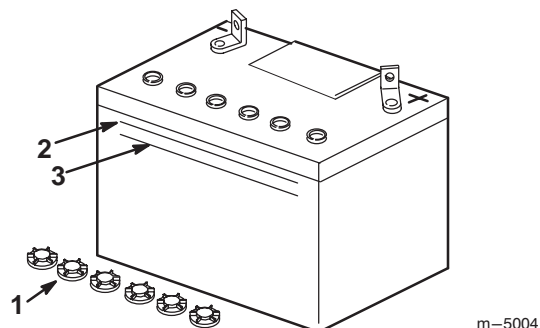

Figure 4
4. Retirez les bouchons de remplissage de la batterie (Fig. 4).
5. Versez lentement de l'électrolyte dans chaque élément jusqu'au trait supérieur (Fig. 4) sur le côté de la batterie.
6. Attendez cinq à dix minutes après avoir rempli les éléments. Ajoutez de l'électrolyte au besoin, pour amener le niveau au trait supérieur (Fig. 4) sur le côté de la batterie.